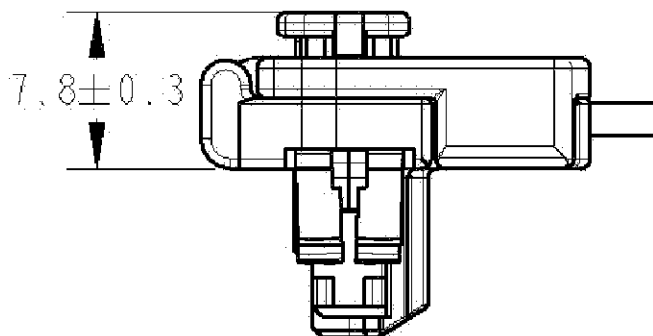

Fig. 21
- 寸法により管理される場合には、Fig. 21 の寸法を参照願います。